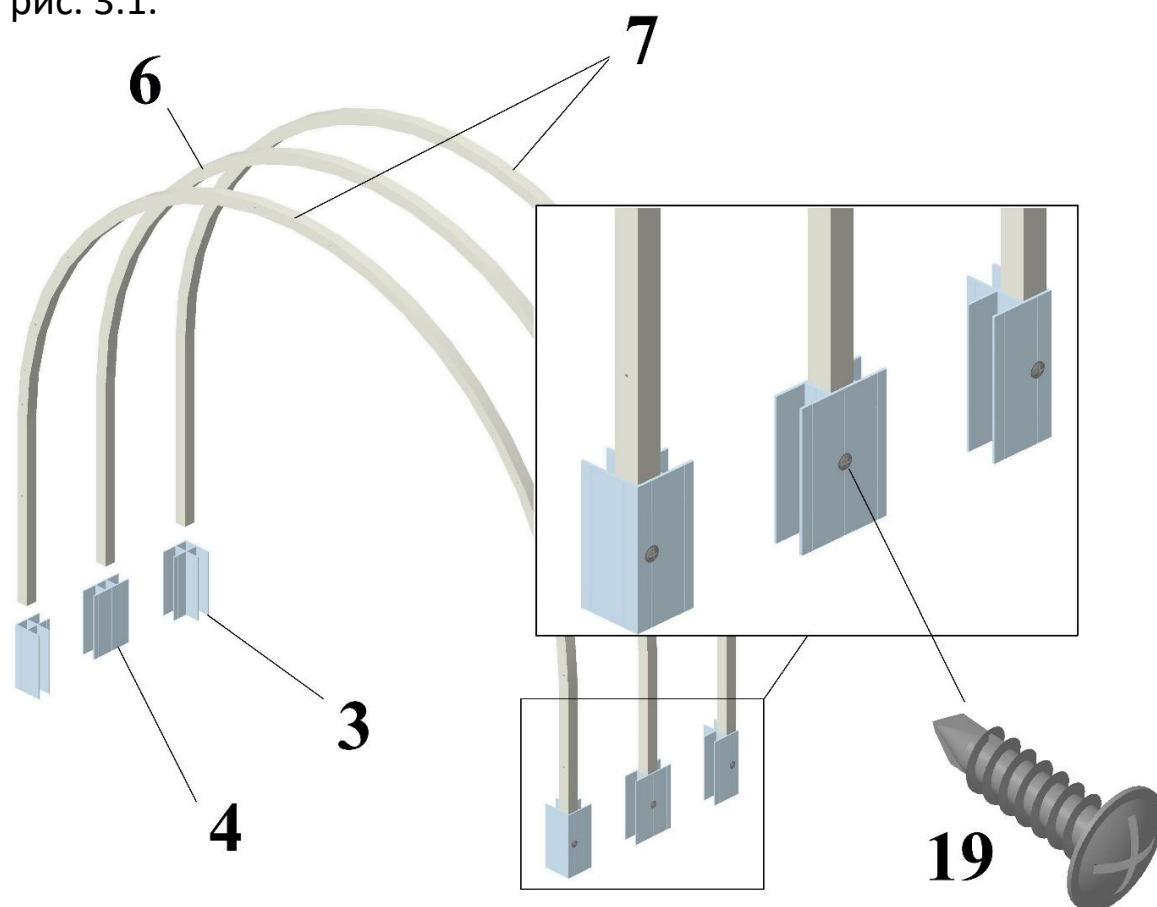

Рис. 3.1
1. Вставьте концы стальных дуг (поз. 6 и 7) в соответствующие соединители ПВХ (поз. 3 и 4). Обратите внимание, что отверстия для крепления сотового поликарбоната (СПК) на торцевых дугах должны быть ориентированы наружу. Убедитесь, что концы дуг вошли в соединители на всю глубину. Зафиксируйте соединители саморезами длиной 16 мм с наконечником типа «сверло» (поз. 19), как показано на рис. 3.1.